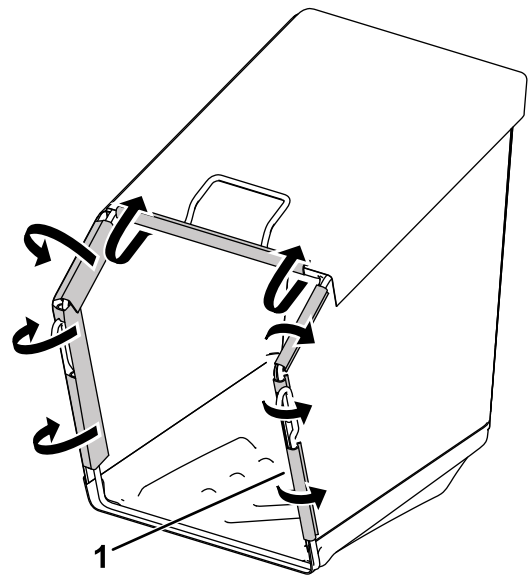

Bild 7
3. Befestigen Sie die Kunststoffclips am Fangkorbrahmen (Bild 7).